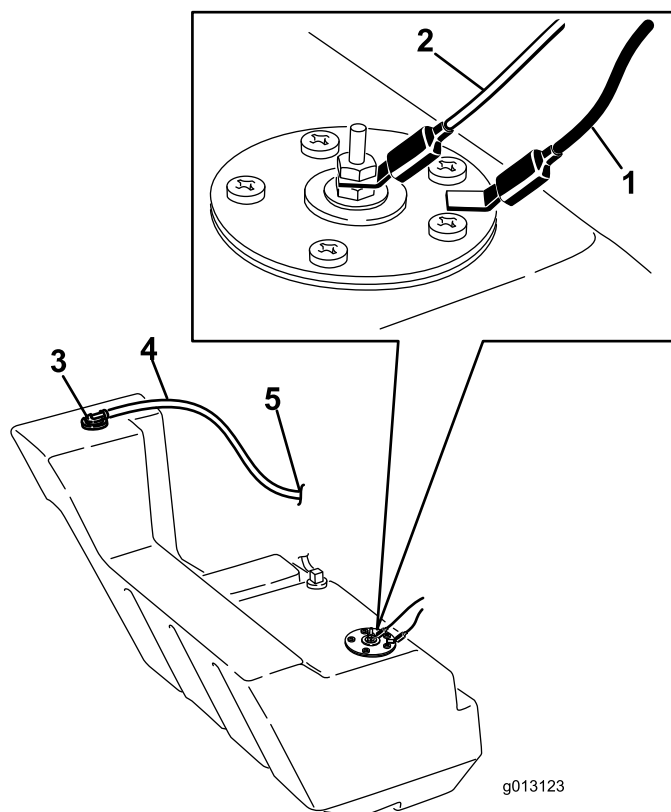

Рисунок 58
11. Отсоедините два провода, идущих к правой стороне бака (Рисунок 58).
20. На правой стороне бака подсоедините оранжевый провод к центральному штырю, а черный провод к наружному штырю (Рисунок 58).